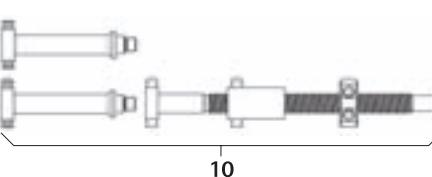

Fig. 16
- ▶ Montare il distrattore ad asta filettata **10**, vedere Fig. 16.